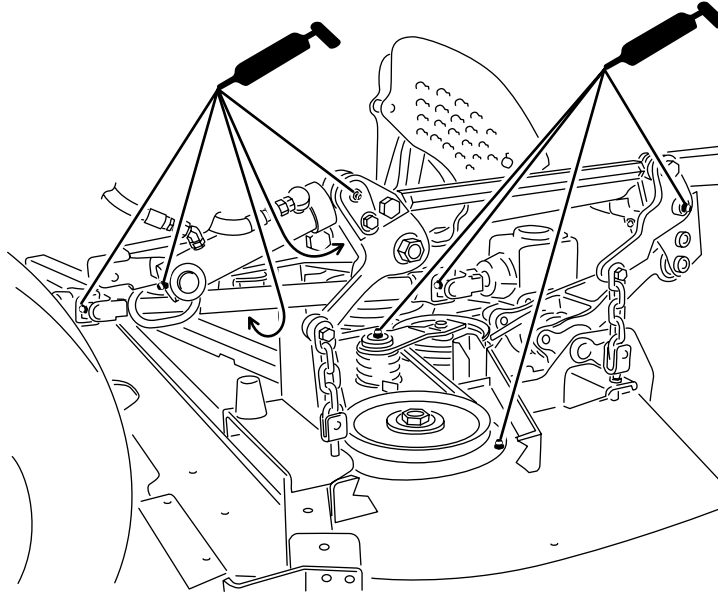

Figure 66
1. Essuyez les graisseurs pour éviter que des impuretés ne pénètrent dans le roulement ou la bague (Figure 66).